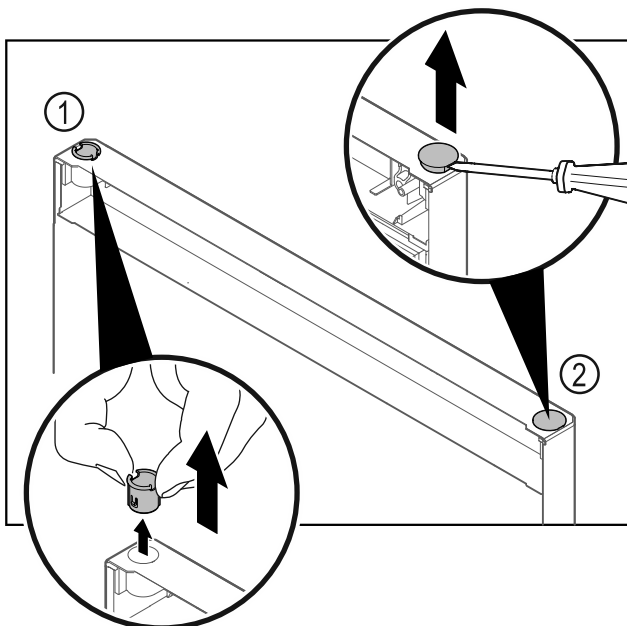

Fig. 27 Πόρτα τμήματος συντήρησης
- ▶ Τραβήξτε έξω την υποδοχή μεντεσέ Fig. 27 (1) με τα δάχτυλα.
- ▶ Ανασηκώστε προσεκτικά την τάπα Fig. 27 (2) με ένα ίσιο κατασβίδι και τραβήξτε την έξω.